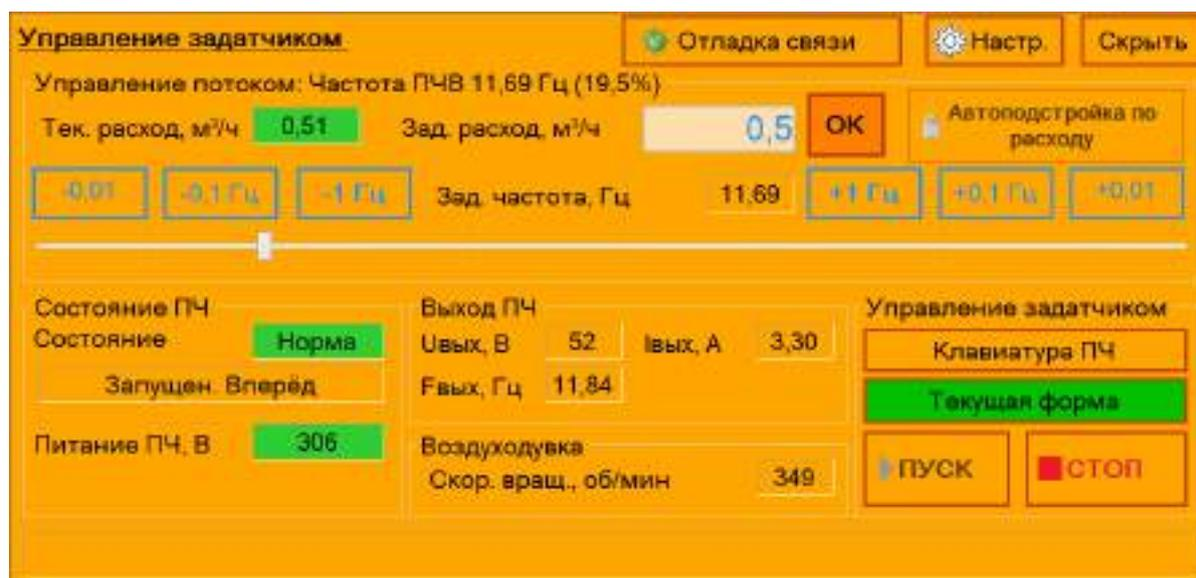

Рисунок 39
2.6.12.5 После завершения работы функции автоподстройки частоты кнопка «Автоподстройка по расходу» будет заблокирована и ее фон не будет зеленым (рисунок 39).